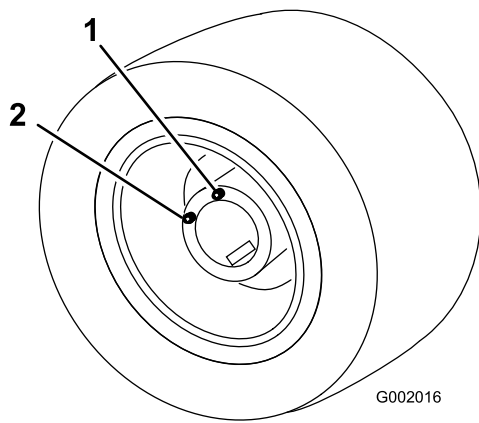

Bild 48
5. Bewegen Sie das Fahrzeug langsam, bis das Rad für das Auffüllen positioniert ist (siehe Bild 48).